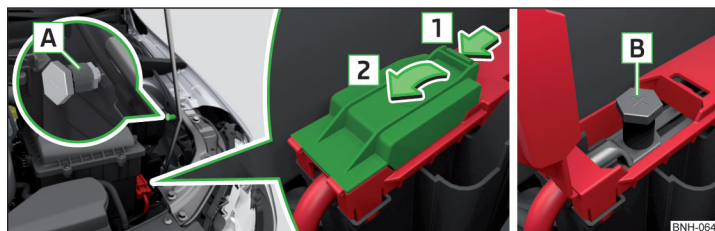

Fig. 172 Punctul de masă și polul plus la autovehiculele cu bateria în portbagaj
Polul plus [B] se află sub un capac, în compartimentul motor » fig. 172.
- Conectați borna plus a cablului pentru pornire asistată în poziția [B] » fig. 172.